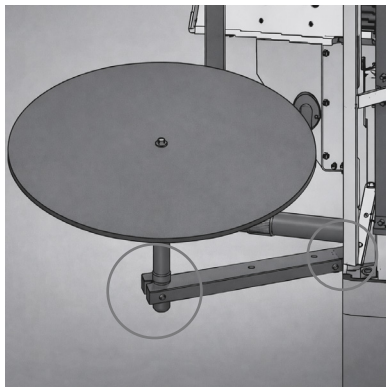

Figura 2
- Esta máquina é embalada em caixa de madeira. Para transportá-la mais facilmente, algumas partes da máquina são embaladas separadamente. A parte 1 e a parte 2 precisam ser montadas, veja a figura 2.
- Braços do suporte de fita: solte o parafuso (figura 2), puxe o braço e aperte o parafuso no furo no braço.